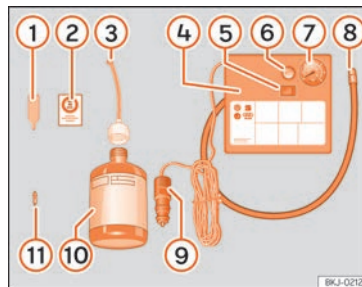

Fig. 31 Representação padrão: conteúdo do kit antifuros.
O kit antifuros está localizado na bagageira, por baixo do revestimento do piso. Inclui os seguintes componentes »» **Fig. 31:**
- Desenrosque a proteção e o obus da válvula do pneu. Utilize o aparelho »» Fig. 31 ① para retirar a carga. Coloque-o numa superfície limpa.
- Agite com força a garrafa de vedante de pneus »» Fig. 31 ⑩.
- Enrosque o tubo de enchimento »» Fig. 31 ③ na garrafa de vedante. O selo da garrafa partir-se-á automaticamente.
- Remova o tampão do tubo de enchimento »» Fig. 31 ③ e enrosque a extremidade aberta do tubo na válvula do pneu.
- Volte a colocar o obus com o aparelho »» Fig. 31 ① na válvula do pneu.
- Enrosque o tubo de enchimento do pneu do compressor »» Fig. 31 ⑧ na válvula do pneu.
- Verifique se o parafuso de evacuação de ar está fechado »» Fig. 31 ⑥.
- Ligue o conector »» Fig. 31 ⑨ à tomada de corrente de 12 volts do veículo »» Página 148.
- Ligue o compressor de ar com o interruptor ON/OFF »» Fig. 31 ⑤.
- Cole o autocolante »» Fig. 31 ② no painel de instrumentos, dentro do campo visual do condutor.
Volte a enroscar o tubo de enchimento » » Fig. 31 ⑤ e verifique a pressão no manómetro ⑥.